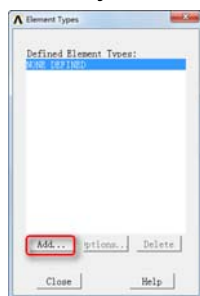
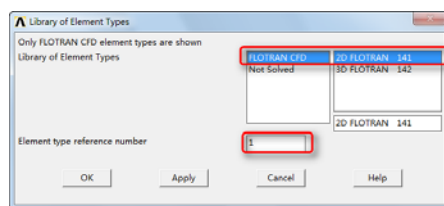

图 9-52 “Element Types”对话框
图 9-53 “Library of Element Types”对话框
①指定单元类型：依次选择 Main Menu→Preprocessor→Element Type→Add/Edit/Delete，会弹出“Element Types”对话框，如图 9-52 所示。
②单击“Add”按钮，会弹出“Library of Element Types”对话框。
③在“Library of Element Types”列表框中选择“FLOTRAN CFD”和“2D FLOTRAN 141”，在“Element type reference number”输入框中输入 1，如图 9-53 所示。单击“OK”按钮关闭“Library of Element Types”对话框。